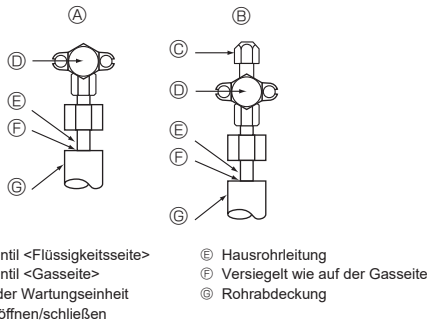

Fig. 4-4
4.4. Verfahren zum Prüfen der Rohre auf Dichtigkeit (Fig. 4-4)